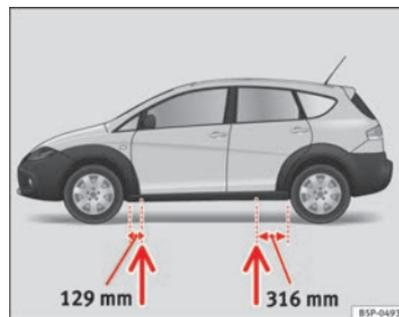

Abb. 170 Aufnahme-
- Suchen Sie den Aufnahmepunkt am Unterholm, der dem zu wechselnden Rad am nächsten liegt ⇒ Seite 261, Abb. 170.
Am Unterholm kennzeichnen jeweils vorn und hinten Eindrückungen die Stellen, an denen der Wagenheber angesetzt werden darf ⇒ Seite 261, Abb. 170. Es gibt für jedes Rad genau eine Stelle. An anderen Stellen darf der Wagenheber nicht angesetzt werden.